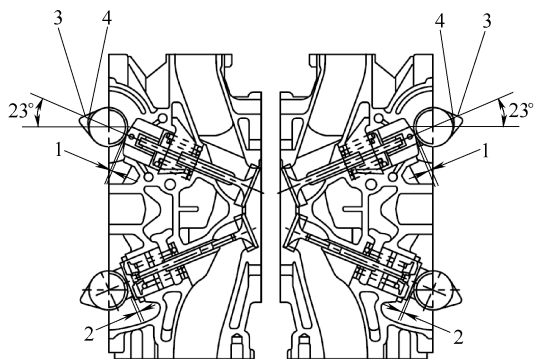

图 7-36 转动曲轴调整凸轮位置
- ② 拆下右侧燃油箱保护装置。
- ③ 断开机油压力开关上的连接器。
④ 拆下点火线圈。
⑤ 拆下右侧摇臂罩。
① 断开蓄电池电缆,然后拆下蓄电池和蓄电池托架。
② 断开左侧摇臂罩上的曲轴箱强制通风软管和燃油蒸发控制系统软管。
③ 拆下左侧燃油管保护装置。
9) 顺时针旋转曲轴,直到凸轮处于如图 7-36 所示位置。